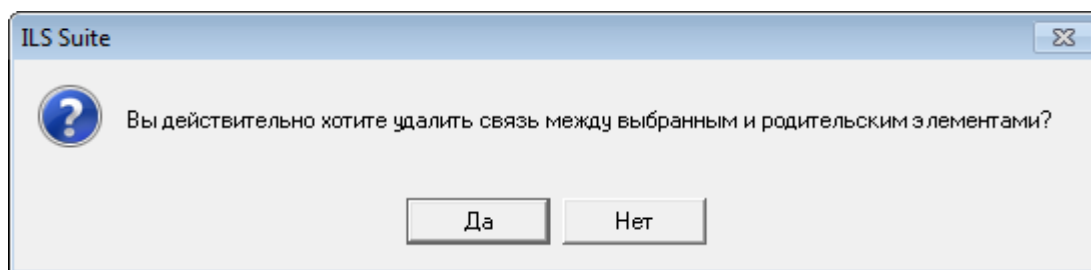

Рис. 13-404. Диалоговое окно
4) В открывшемся диалоговом окне нажать «Да» для подтверждения действия (рис. 13-404).